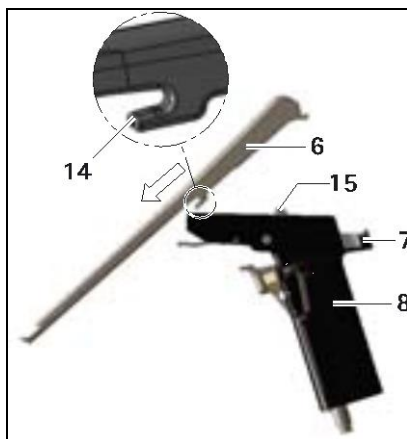

Fig. 5
- Encaixe o gancho **14** da haste **6** no pino de encaixe do cabo **8** na direção indicada pela seta, veja fig. 5.